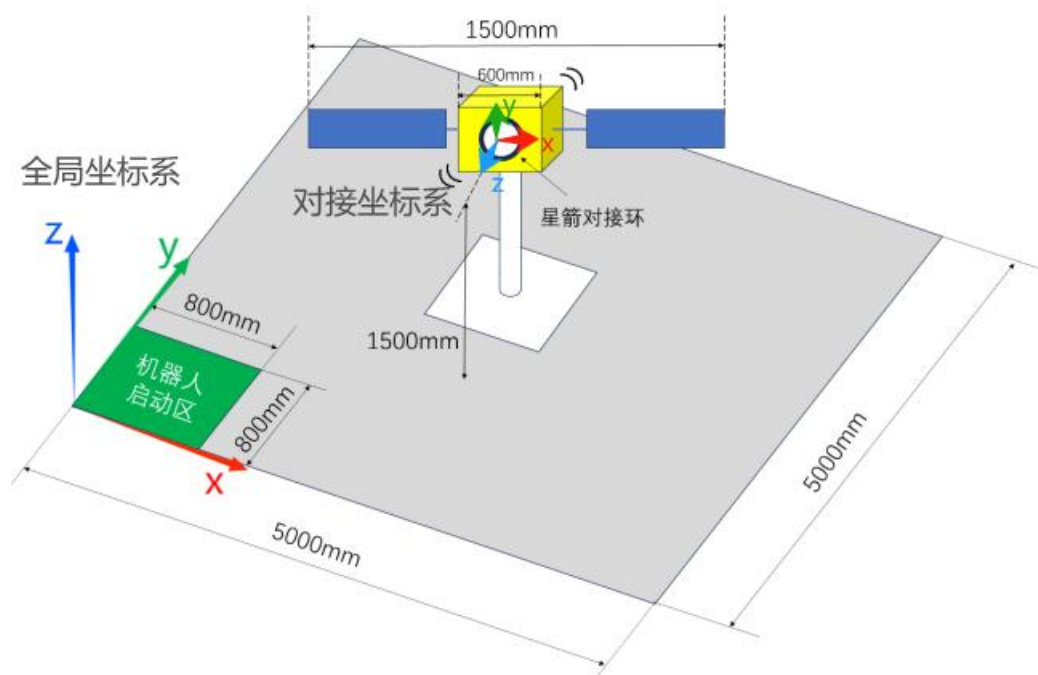

图 1 比赛场地尺寸示意图
3. 比赛场地和非合作目标卫星模型结构尺寸如图 1 所示，非合作目标卫星